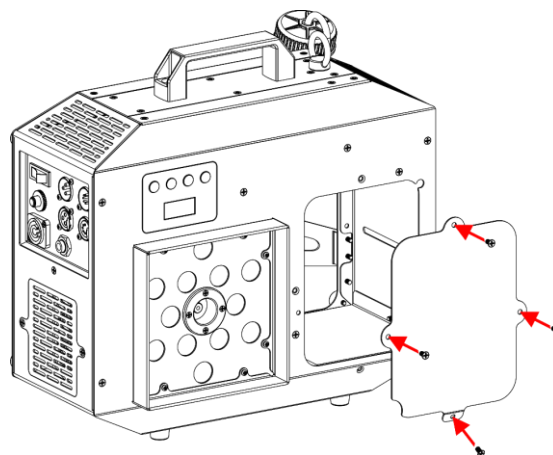

Abb. 19
- 14) Schrauben Sie die 4 Schrauben der Metalltankplatte auf der Vorderseite des Geräts an, wie in Abb. 19 gezeigt.